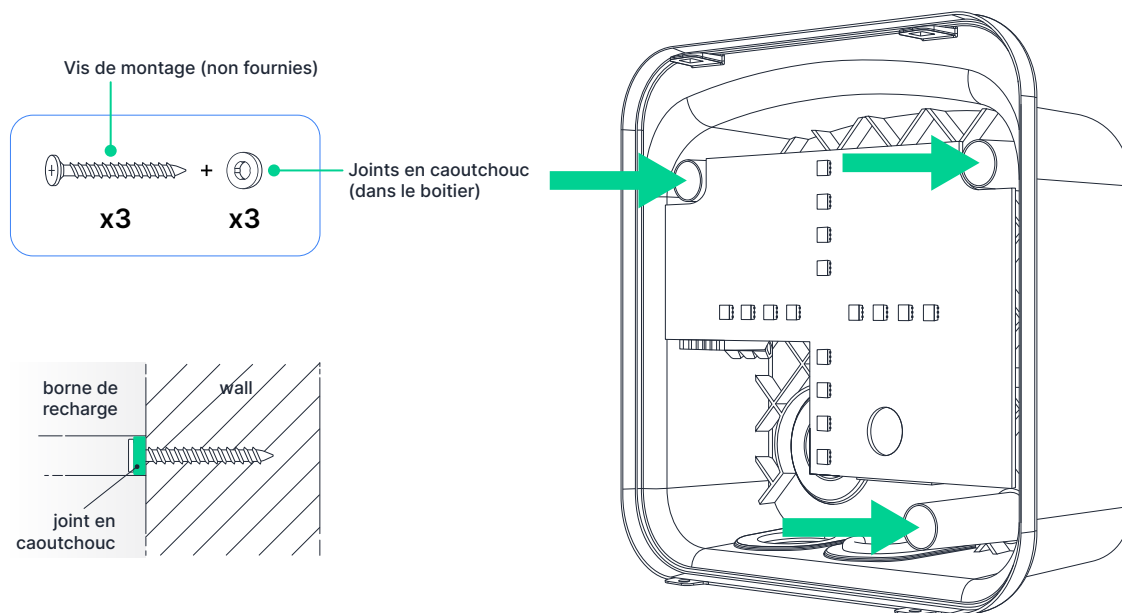

Fig. 6 - Les points de fixation de la borne de recharge 1P7K
5. Percez des trous dans le mur où les points de montage sont marqués. Le diamètre des trous dépend du type de vis d'ancrage utilisé. Utilisez toujours des boulons d'ancrage conçus pour la surface du mur (p. ex. brique/béton, cloison sèche, isolation en polystyrène) et suivez les recommandations du fabricant pour les boulons d'ancrage. **Les boulons d'ancrage et les vis correspondantes ne sont pas inclus. (Fig. 6 - pag. 18)**
9. Fixez le corps principal de la borne de recharge au mur en **insérant les vis avec la rondelle d'étanchéité en caoutchouc fournie à travers les points de montage** et serrez-les à la main avec un tournevis. (Fig. 6 - pag. 18)